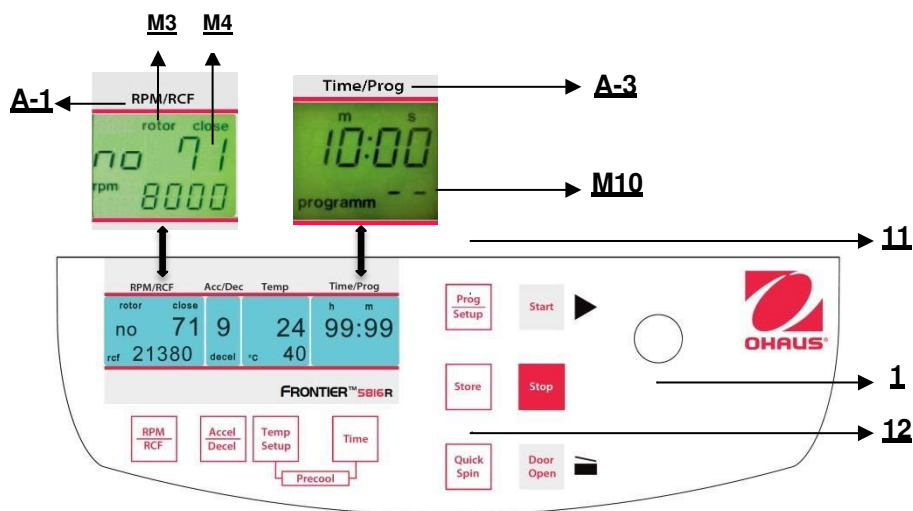

Abbildung. 28
Um gespeicherte Programme aufzurufen, drücken Sie die Taste **"Prog/Setup"** (11) (siehe Abbildung 28), während der Deckel bereits geschlossen ist. Innerhalb der Anzeige **"Time/Prog"** (A-3) erscheint **"programm--"** (M10). Die gewünschte Programmnummer kann vorab mit dem Anpassungsknopf (1) ausgewählt werden.